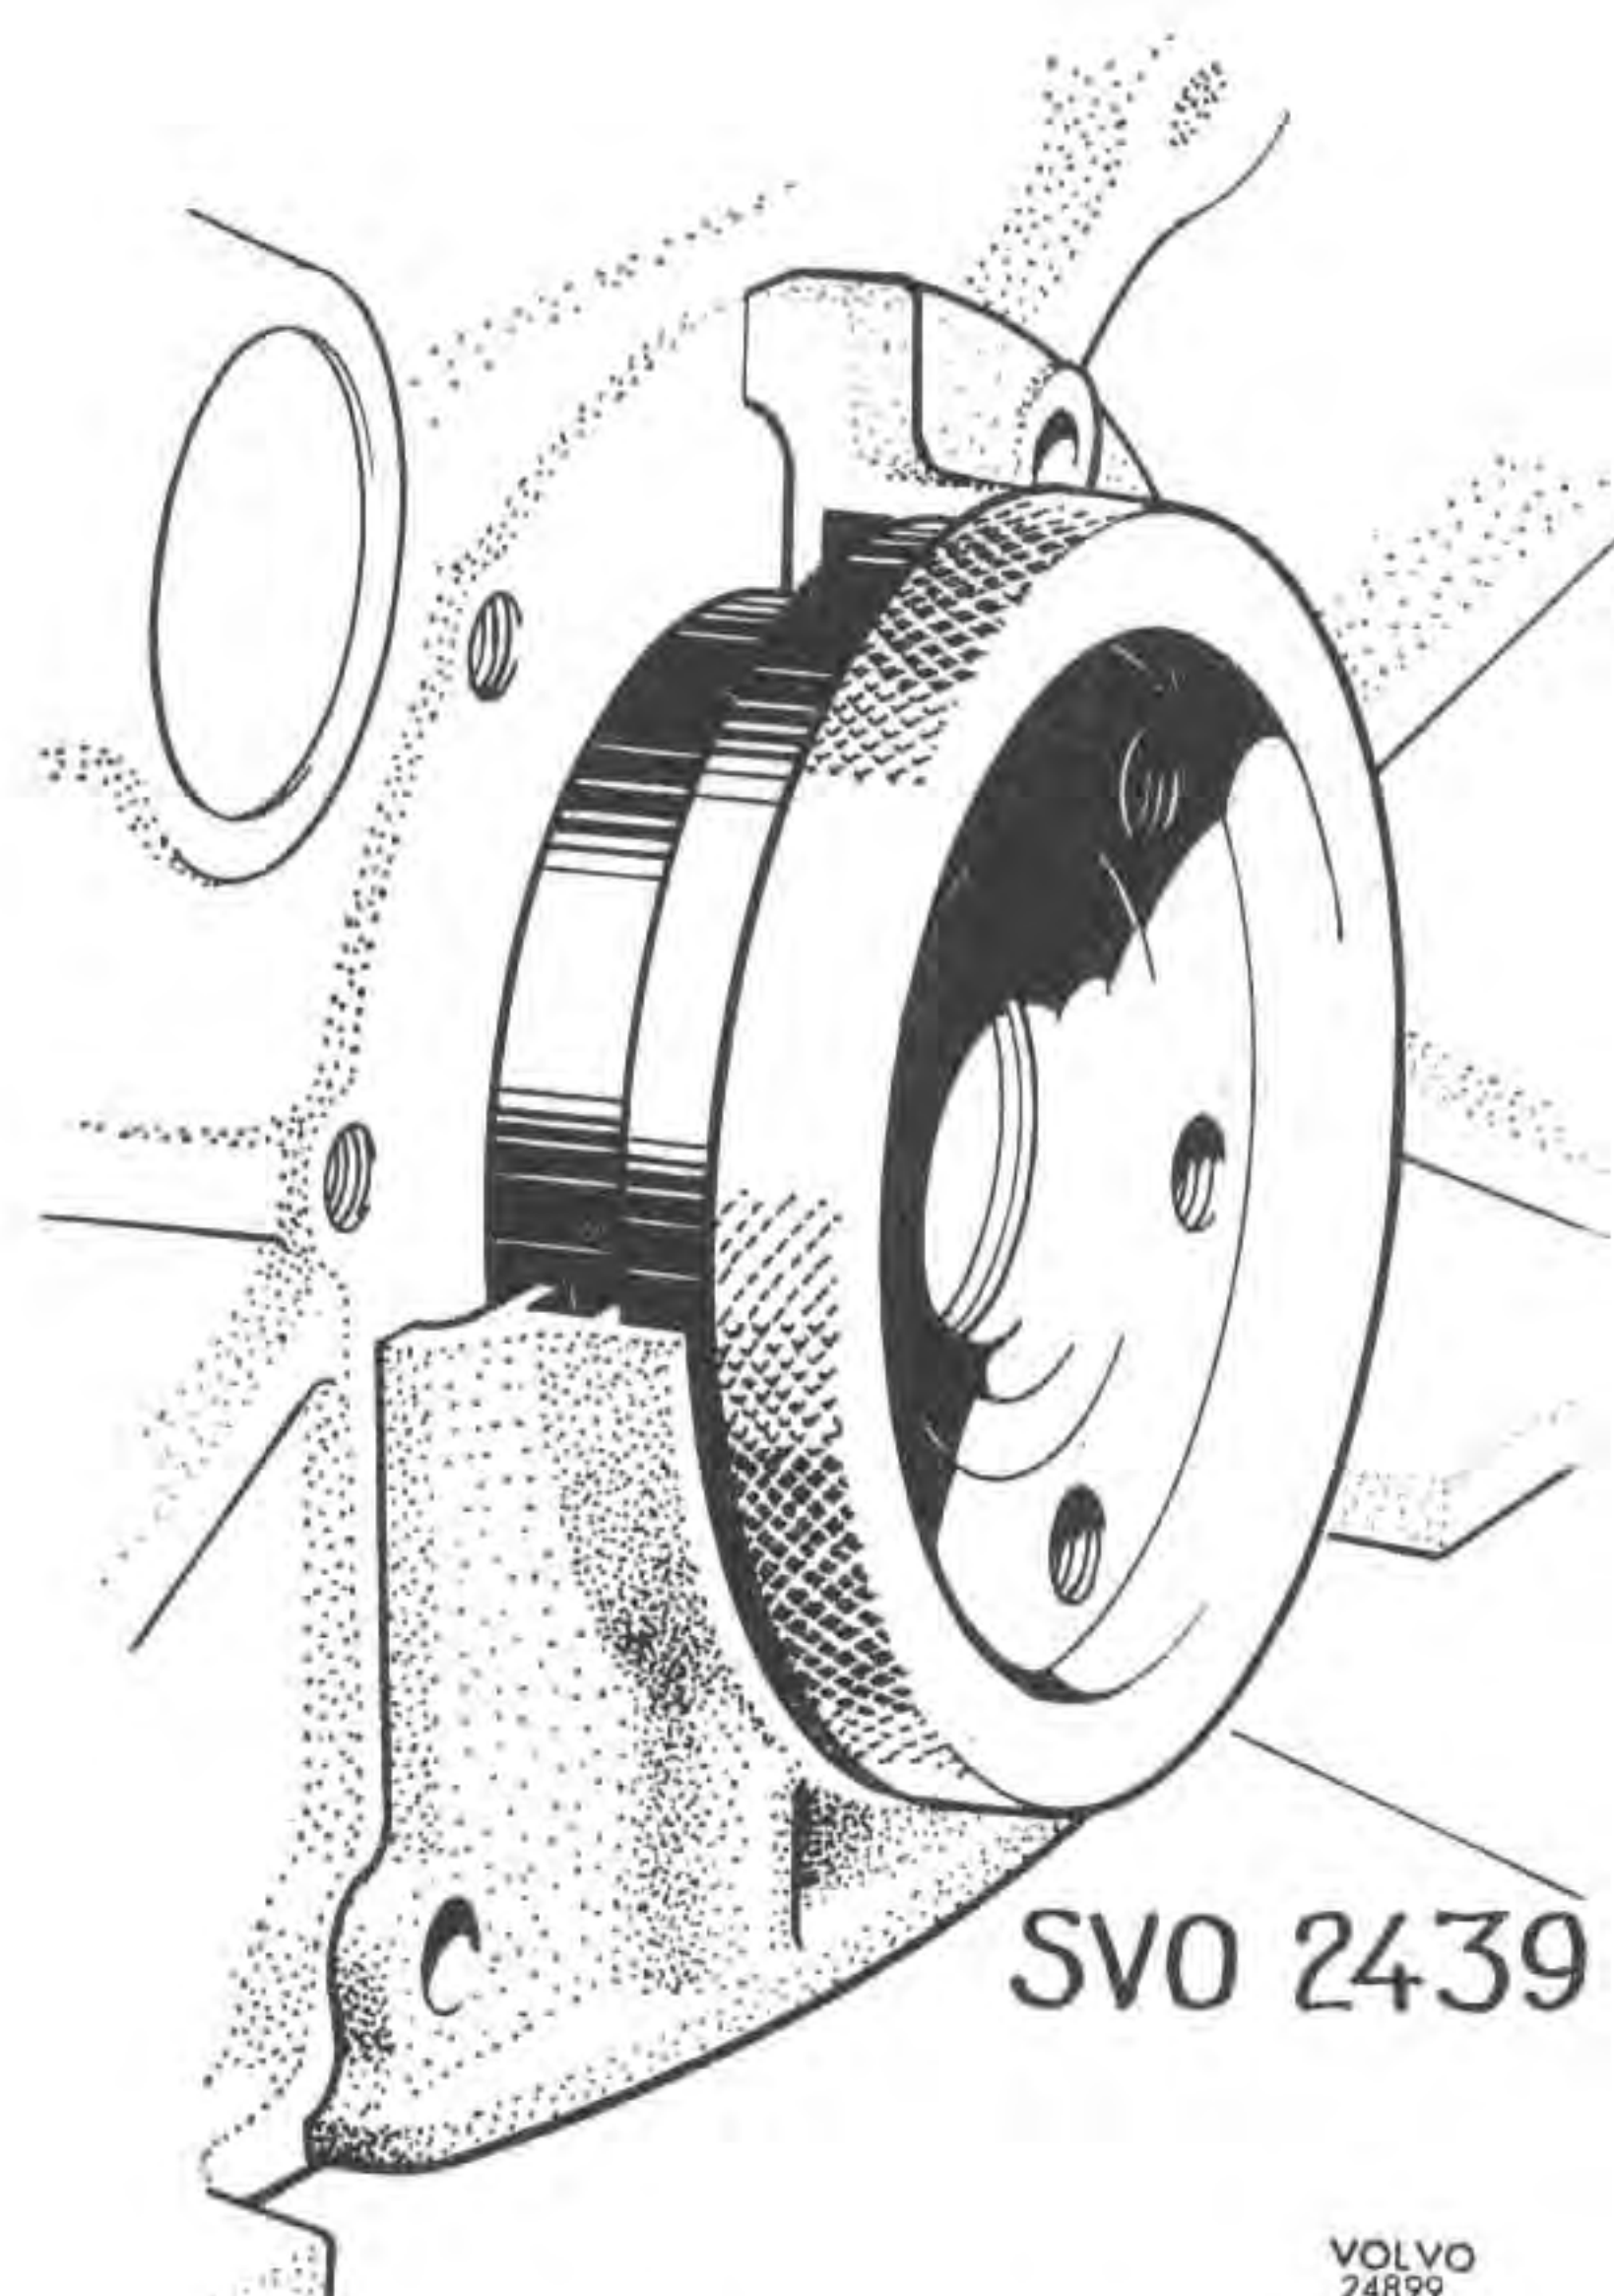

Bild 46. Centrering av bakre tätningsfläns (med filtring)
3. Centrera flänsen med centrerhylsa 2439, bild 46. Vrid hylsan runt under fastdragning av skru-